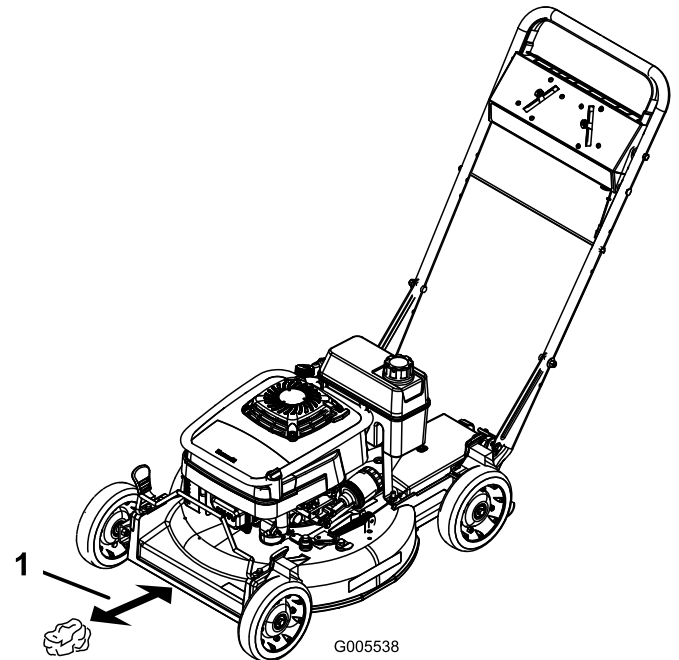
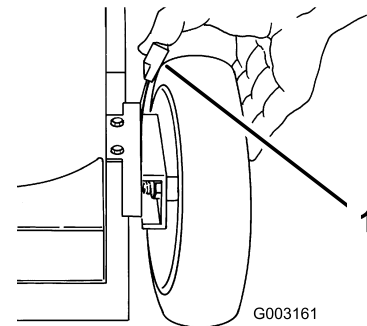

Figure 14
Figure 19
3. Réglez les 4 roues à la hauteur de coupe de 64 mm (Figure 19).
4. Placez le levier de changement de vitesses en position point mort (N).
5. Roulez en boule une demi-feuille de papier journal (environ 76 mm de diamètre) et placez-la sous le plateau de coupe, comme illustré à la Figure 14.
6. Placez une boule de papier journal à 13 cm devant la tondeuse (Figure 14).
- Placez une boule de papier journal à 13 cm devant la tondeuse (Figure 14).
1. Tirez le levier de réglage de hauteur vers la roue (Figure 19) et amenez-le à la position voulue.